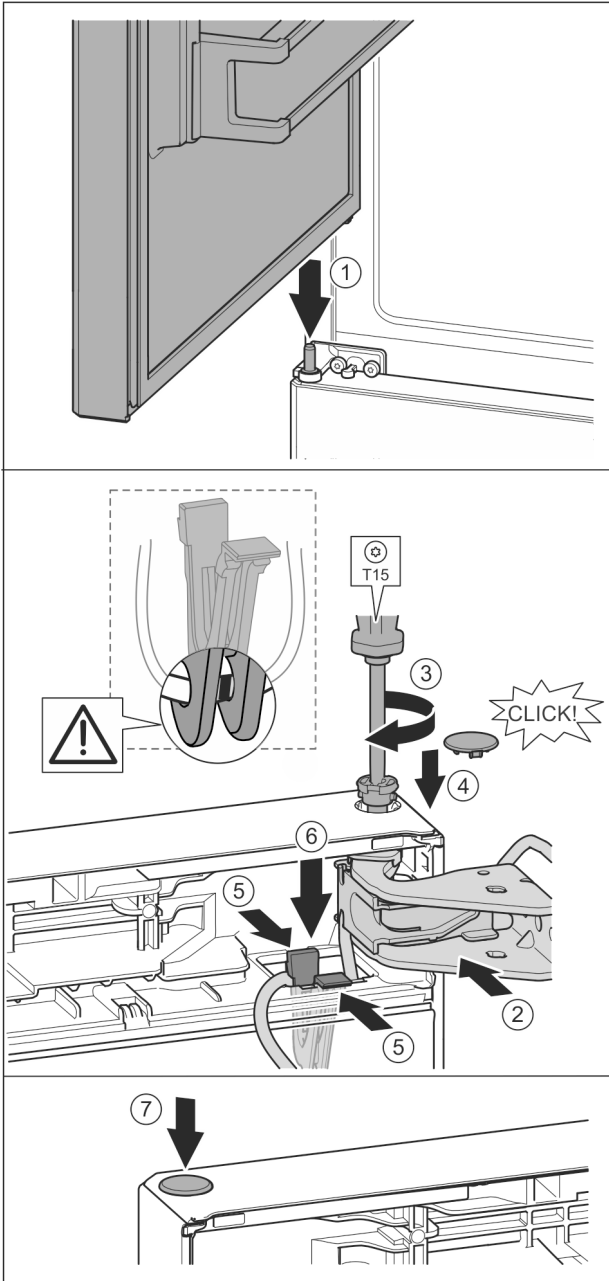

Fig. 36
- ▶ Встановлення верхніх дверцят на середній опорний палець Fig. 36 (1)
- ▶ Вирівняйте дверцята зверху по отвору в опорному кронштейні. Fig. 36 (2)
- ▶ Вставте палець та закрутіть за допомогою викрутки T15. Fig. 36 (3)
- ▶ Встановіть захисну кришку для захисту дверцят: вставте захисну кришку і проконтролюйте, щоб вона прилягала до дверцят. Якщо це не так, повністю вставте палець. Fig. 36 (4)
- ▶ Вставте тримач із зафіксованим в ньому кабелем в отвір. Fig. 36 (5)
- ▶ Притисніть тримач донизу так, щоб з'єднувальна накладка зафіксувалася. Fig. 36 (6)
- ▶ Вставте пробку. Fig. 36 (7)